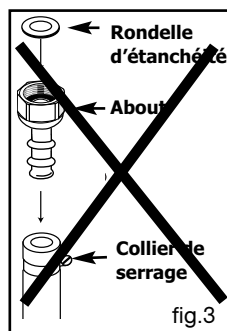

fig.3
- Dénudez chaque fil du câble d'alimentation sur 12 mm et torsadez soigneusement les brins (**fig. 3**).
Comme indiqué fig. 3, il est interdit de raccorder un tuyau souple avec un about.
- Tracez une ligne sur la plaque d'âtre à l'aide d'un crayon de papier à l'endroit indiqué (fig. 3).